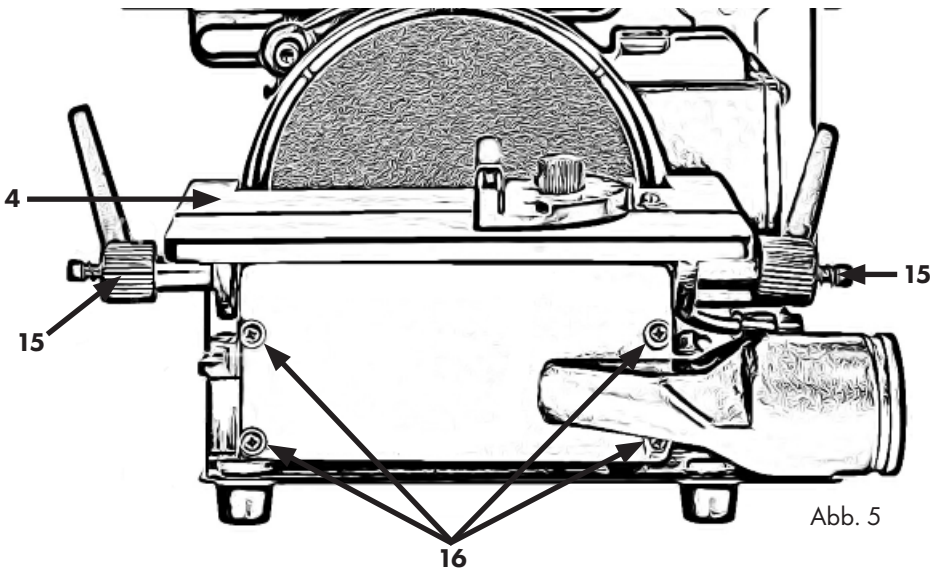

Abb. 5
Schieben Sie den Schleiftisch des Tellerschleifers (4) mit den Ansätzen in die Aussparung an der Maschine. Drücken Sie den Schleiftisch nach oben, bis die Bohrungen übereinstimmen, und befestigen Sie ihn dann beidseitig mit den Klemmschrauben und Scheiben (15). (Abb. 5)